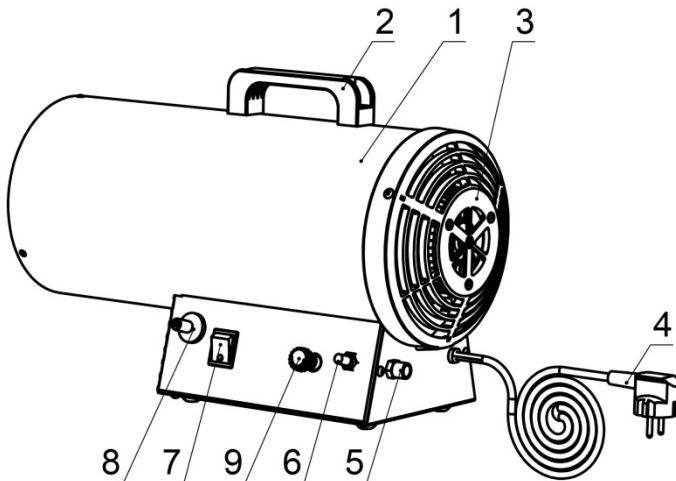

Рис.1
- Подключите шланг подачи газа к штуцеру (5, рис.1) на газовой пушке. Не допускается перекручивание и передавливание шланга подачи газа во избежание его повреждения.
- Включите выключатель питания (7, рис.1). Убедитесь, что вентилятор работает.
- Зажмите кнопку подачи газа (6, рис 1) и в то же время нажимайте на кнопку пьезоподжига (8, рис. 1) до тех пор, пока не загорится пламя. После появления пламени кнопку подачи газа (6, рис 1) необходимо удерживать 10-20 секунд для ее блокировки, после чего горелка будет гореть сама.
- Для модели TG-20 и TG-35 отрегулируйте подачу газа вращением ручки регулировочного клапана (9, рис.1) для установки необходимой мощности.
- Перекройте подачу газа на баллоне. После этого, в течение пяти минут, дайте вентилятору охладить горелку и затем отключите выключатель питания (7, рис.1).